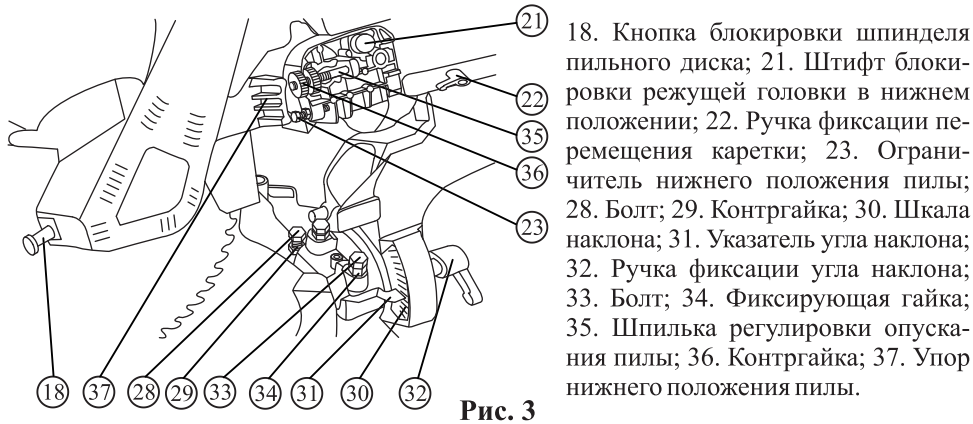

Рис. 3
4.1. Для приведения электропилы в рабочее положение нажмите на рукоятку пилы 6 (рис. 1) вниз и отведите штифт блокировки пилы 21 (рис. 3) в крайнее заднее положение. После этого электропилу можно переместить в верхнее положение.
4.2. Перед транспортировкой пилы полностью опустите рукоятку пилы 6 (рис. 2) и зафиксируйте ее в нижнем положении с помощью штифта блокировки пилы 21 (рис. 3).
– Угол установки ограничительного упора наклона 45°. Угол проверять только после установки ограничительного упора наклона на 90°. Угол проверять по шкале наклона 30 (рис. 3), наклонив диск пилы до упора влево. При нарушении угла установки обратитесь к разделу 4.13.2 настоящего руководства.
Косое и поперечное пиление. С помощью этой электропилы можно производить поперечное пиление под углом 90° и косое пиление до 45° влево и вправо (рис. 4). Для выполнения косого пиления необходимо ослабить фиксацию поворотного стола поворотом ручки фиксации поворотного стола 12 (рис. 1) против часовой стрелки. Повернуть поворотный стол 11 до положения, когда указатель угла поворота рабочего стола совпадает с требуемым углом на шкале 10. Имеются фиксированные положения поворотного стола 0°, 15°, 22,5°, 31,6° и 45°. Крепко зафиксируйте поворотный стол вращением ручки фиксации поворотного стола 12 по часовой стрелке. Убедитесь в том, что выдвигная опора установлена в нужное положение. Зажмите заготовку вертикальной струбциной 27 (рис. 2). Зафиксируйте каретку режущей головки 1 (рис. 1) в крайнем заднем положении ручкой фиксации перемещения каретки 22 (рис. 3). Включите выключатель и дождитесь, пока диск наберет максимальную скорость. Нажимая на рукоятку, произведите пиление, опуская пилу до нижнего положения.
Наклонное пиление. С помощью этой электропилы можно пилить с левым наклоном под углом от 45° до 90° (рис. 4). Отпустите ручку фиксации угла наклона 32 (рис. 3) и установите заданный угол наклона. Для его сохранения снова затяните ручку фиксации угла наклона. Убедитесь в том, что удлинитель фронтального упора установлен в необходимом положении. Зажмите заготовку вертикальной струбциной 27 (рис. 2). Зафиксируйте каретку режущей головки 1 (рис. 1) в крайнем заднем положении ручкой фиксации перемещения каретки 22 (рис. 3). Включите пилу и произведите пиление.
4.6. При пилении мелких деталей сдвиньте режущую головку до конца в заднее положение, закрепите каретку режущей головки 1 (рис. 1) ручкой фиксации перемещения каретки 22 (рис. 3).
4.8. Перед снятием или установкой диска, прежде всего, убедитесь в том, что пила отключена и вилка шнура питания пилы извлечена из розетки. Для снятия диска поверните защитный кожух 7 (рис. 1) в верхнее положение. Нажмите и удерживайте в нажатом состоянии кнопку блокировки пильного диска 18 (рис. 3) так, чтобы диск не вращался. Поверните болт шпинделя по часовой стрелке с помощью ключа. Отверните болт, снимите внешний фланец и диск. Установите новый диск, внешний фланец и закрутите болт против часовой стрелки. Переведите защитный кожух 7 в нижнее положение.
Для установки ограничительного упора наклона на 90° переместите каретку режущей головки 1 (рис. 1) в крайнее заднее положение и затяните ручку фиксации перемещения каретки 22 (рис. 3). Ослабьте фиксирующую гайку 34 и заверните болт 33 на два оборота по часовой стрелке. Ослабьте ручку фиксации угла наклона 32 и с помощью угольника установите режущую головку под углом 90° к столу, добившись прилегания всей плоскости диска к угольнику. Затяните ручку фиксации наклона 32 до упора. Выверните болт 33 против часовой стрелки до его соприкосновения с ограничительным упором наклона. Затяните фиксирующую гайку 34. Ослабьте ручку фиксации угла наклона 32 и переместите режущую головку до ограничительного упора наклона влево, а затем до ограничительного упора наклона вправо. Затяните ручку фиксации угла наклона 32. Еще раз проверьте правильность регулировки угольником. Установите указатель угла наклона 31 на 0° шкалы наклона 30 (рис. 3) с помощью винта стопорения указателя.
Установку ограничительного упора наклона на 45° проводите после его установки на 90°. Для установки ограничительного упора на 45° переместите каретку режущей головки 1 (рис. 1) в крайнее заднее положение и затяните ручку фиксации перемещения каретки 22 (рис. 3). Ослабьте ручку фиксации угла наклона 32 и переместите режущую головку влево до соприкосновения ограничительного упора наклона с болтом 28. Ослабьте контргайку 29 и болтом 28 подрегулируйте угол 45°, затяните контргайку 29.